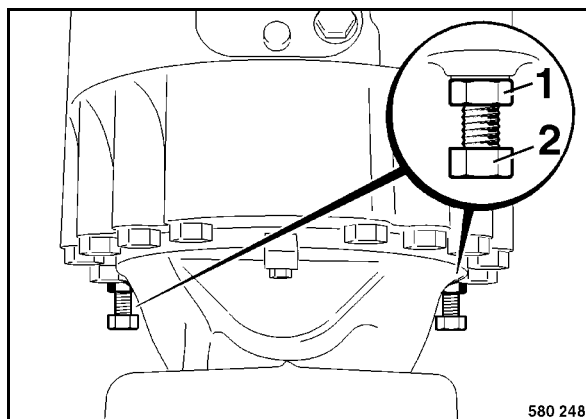

fig. 61
- Pour desserrer les freins, dévisser le contre-écrou 1 (fig. 61) d'env. 8 mm.
- Visser les vis de desserrage du frein (2) jusqu'en butée.